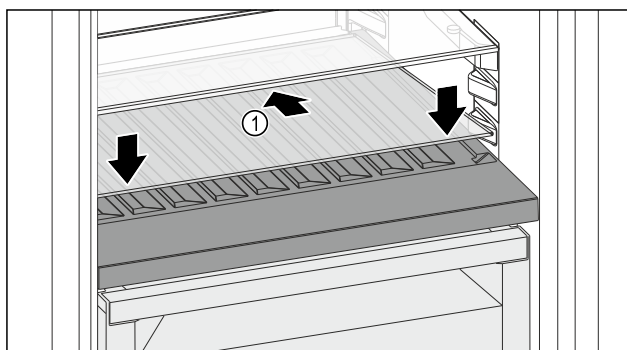

Fig. 86
- Posizionare il ripiano di vetro *Fig. 86 (1)* inclinato indietro e verso il basso.
- Abbassare la parte anteriore del ripiano di vetro *Fig. 86 (1)*.